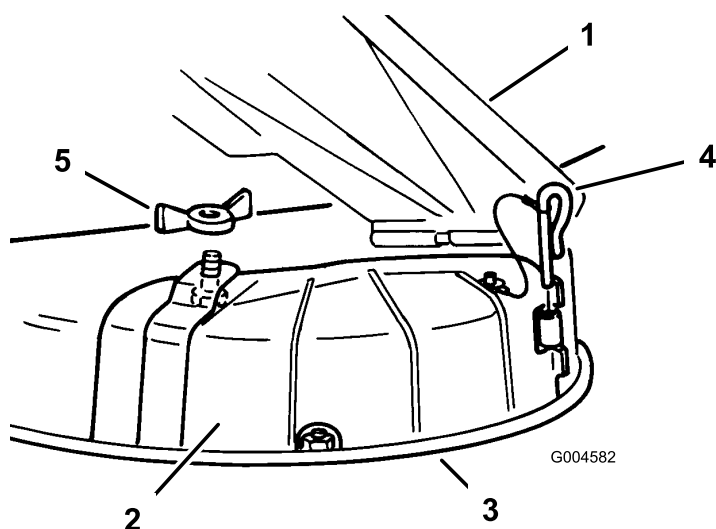

Figure 17
3. Soulevez le déflecteur d'herbe et placez l'obturateur d'éjection sur l'ouverture et le bord inférieur du carter du plateau de coupe, avant de l'insérer dans la charnière avant (Figure 17).
4. Insérez la goupille d'articulation dans la charnière (Figure 17).
5. Fixez l'obturateur d'éjection à la tondeuse à l'aide de l'écrou à oreilles (Figure 17).